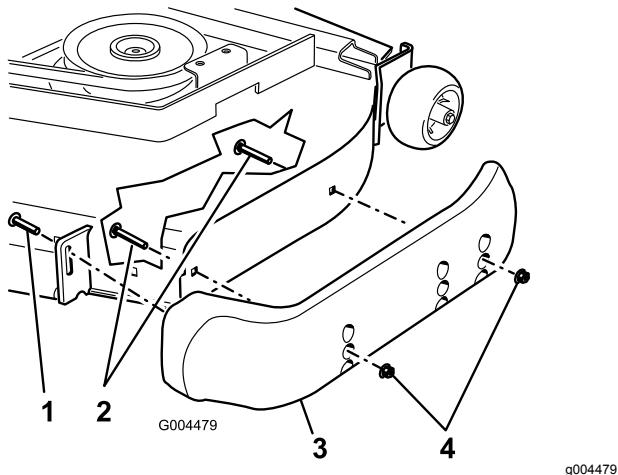

Figura 44
3. Afloje el tornillo situado en la parte delantera de cada patín (2 patines en las carcasa Guardian y 1 patín en carcasa de descarga lateral), según se muestra en Figura 44.